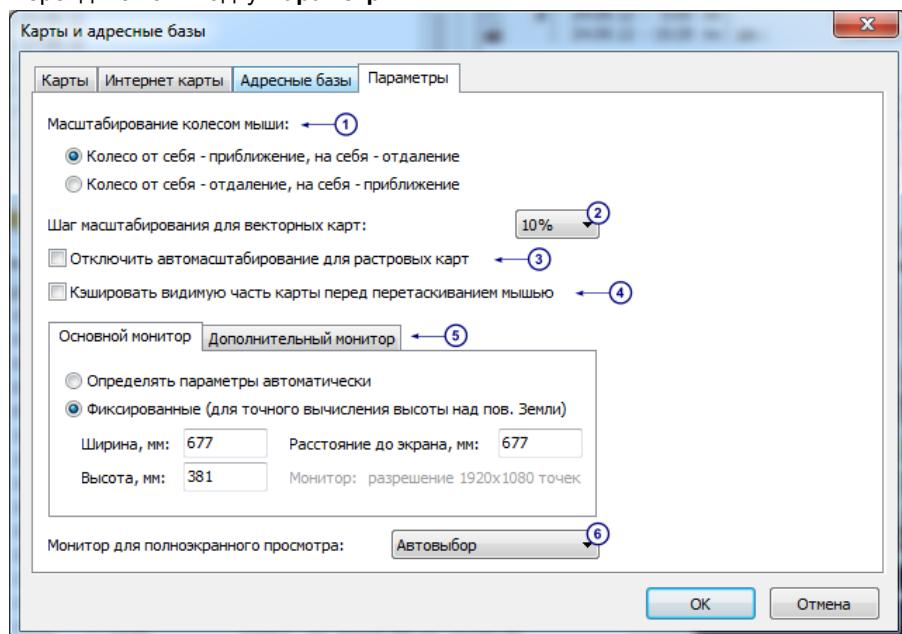

Рис.30 – Параметры работы с картой.
- Если для работы в диспетчерской программе используются два монитора, то в строке **Монитор для полноэкранного просмотра** выберите монитор, на котором будет выводиться карта в полноэкранном режиме (рис.30,п.6):
Настройте параметры отображения карты на основном и дополнительном мониторах (рис.30,п.5) (вкладки **Основной монитор** и **Дополнительный монитор**, соответственно).
Выберите способ масштабирования мыши (рис.30,п.1):
Настройте шаг масштабирования для векторных карт (рис.30,п.2):
- Отключить автомасштабирование для растровых карт** (рис.30,п.3).
- Кэшировать видимую часть карты перед перетаскиванием мышью** (рис.30,п.4). Данная опция позволяет уменьшить мерцания при перерисовке и ускорить вывод растровых карт.